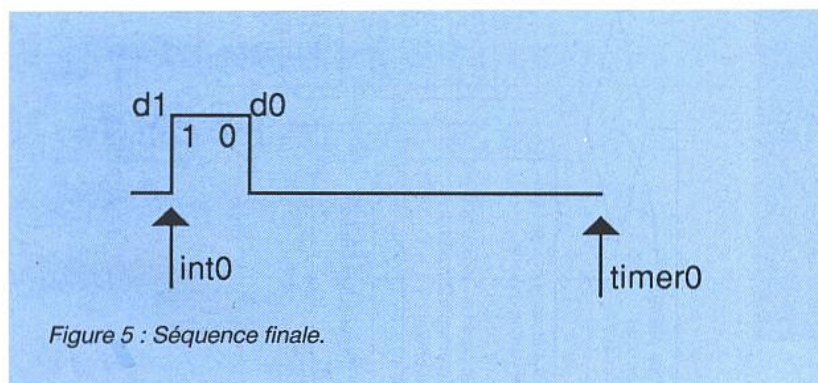

Figure 5 : Séquence finale.
Lors de la phase de décodage, il est important de compter les bits décodés. Le compteur à la valeur 14 nous indiquera que l'ensemble de la trame RC5 est décodée. Savons-nous maintenant décoder une trame RC5 ? Pas tout à fait, il reste un petit problème. La **figure 5** nous montre la fin d'une trame RC5, lorsque la dernière interruption INTO survient, les principes de décodage mis en évidence nous permettent de décoder d1 et nous ne disposons pas d'informations nous permettant de décoder d0. L'utilisation d'un timer s'impose, la course de ce timer doit impérativement englober la totalité de la trame RC5 et expirer, en provoquant une interruption, après la réception du dernier bit RC5. Ce timer
– Si ce compteur est à la valeur 13, nous sommes dans le cas de la **figure 5**, le code RC5 est complété par un 0 supplémentaire et peut être mis à disposition d'un programme exploitant.
Le processus timer, lorsqu'il est activé par expiration du timer analyse la valeur du compteur de bits. Si cette valeur est différente de 13 ou 14, une erreur s'est produite et il ne faut pas tenir compte du code interne RC5. Le compteur de bits sera à 13 lors de la dernière interruption INTO dans le cas de la figure 5, ce cas est le seul qui permette d'aboutir à ce résultat, il faut opérer un décalage de 1 bit vers la gauche pour obtenir le code RC5 complet.